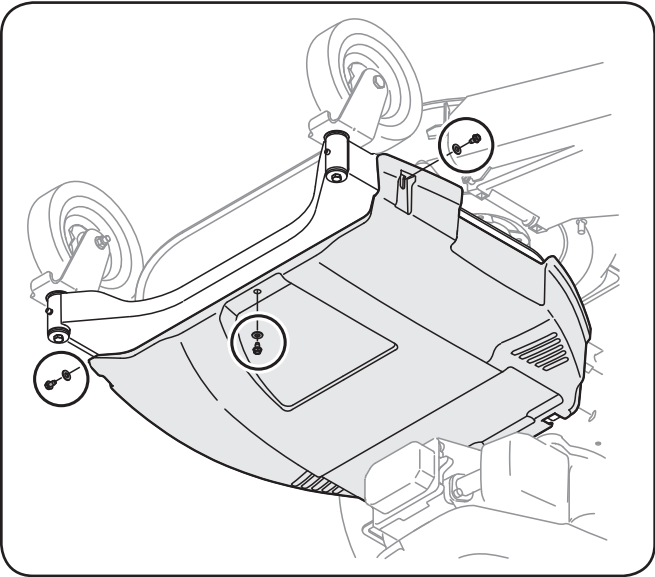

Figure 7-1
- 2. Retirez le couvercle de courroie comme indiqué précédemment dans cette section. Voir Figure 7-1.
1. Retirez les trois écrous et les trois rondelles qui fixent le couvercle de courroie au châssis, puis retirez le couvercle. Voir Figure 7-1.